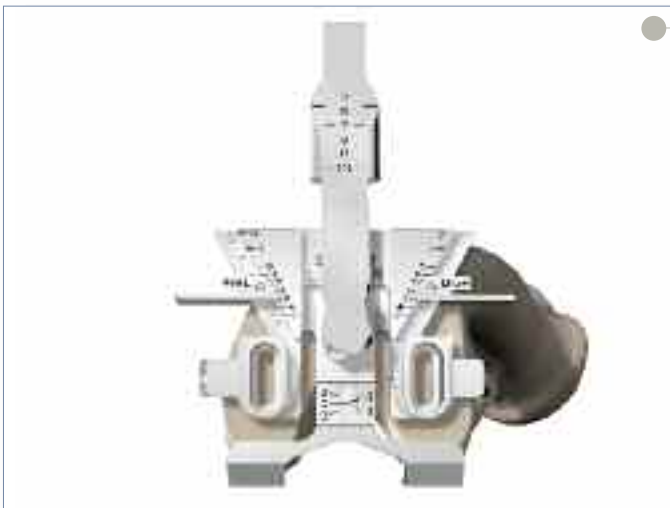

Figura 15
- ▶ Cuando sea necesario realizar el ajuste del medidor A/P, afloje la perilla de bloqueo y vuelva a colocar el indicador de ajuste A/P hasta que señale la posición “-2” (**Figura 15**).